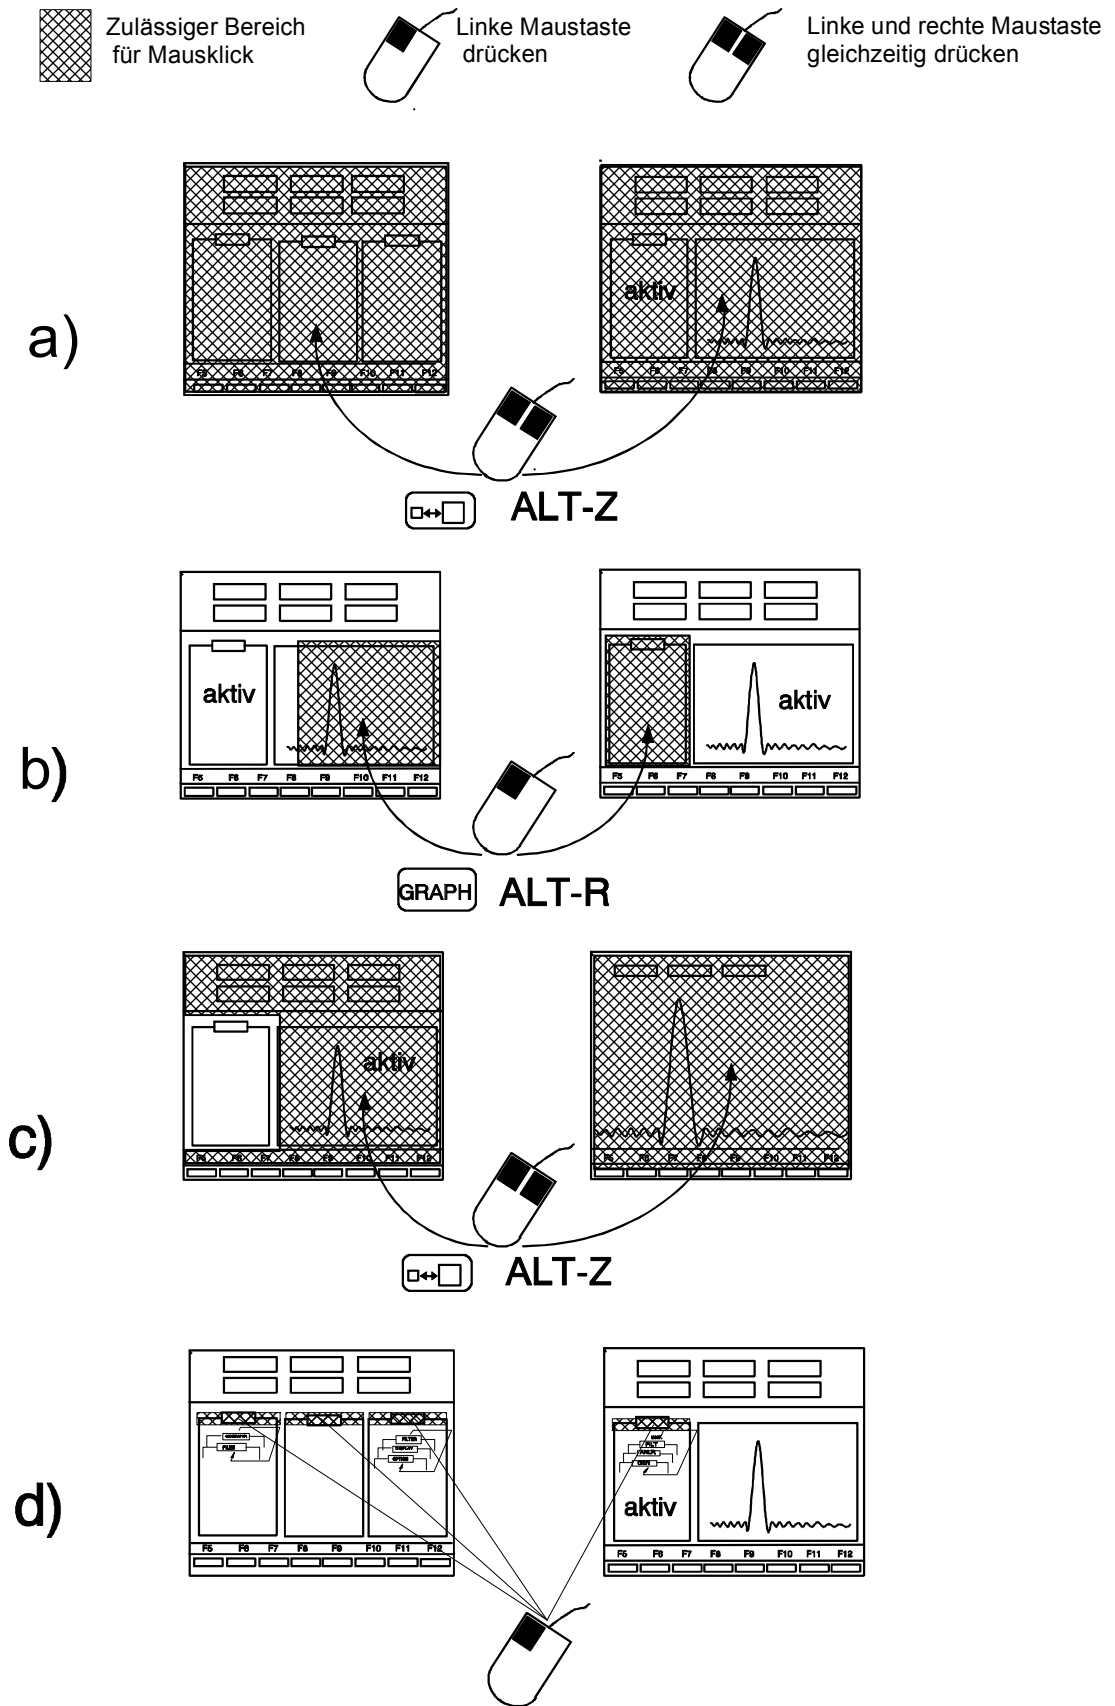

Bild 2-6
- die Umschaltung zwischen den drei verschiedenen Darstellungsmodi: 3-Panel-Darstellung, Teilbilddarstellung und Vollbilddarstellung gewählt werden, wobei in dem schraffierten Bereich die linke und rechte Maustaste gleichzeitig gedrückt wird (siehe Bild 2-6 a und c). Der Mausclick zum Wechsel der Darstellungsmodi ist an einer Stelle im Panel vorzunehmen, die nicht von einem bedienbaren Feld belegt ist.
- der Wechsel in der Teilbilddarstellung zwischen Panel und Grafik vorgenommen werden, wobei in dem schraffierten Bereich die linke Maustaste gedrückt wird (siehe Bild 2-6 b).
- ein Wechsel der Panels vorgenommen werden, indem die Panelüberschrift mit der linken Maustaste angeklickt wird (siehe Bild 2-6 d).